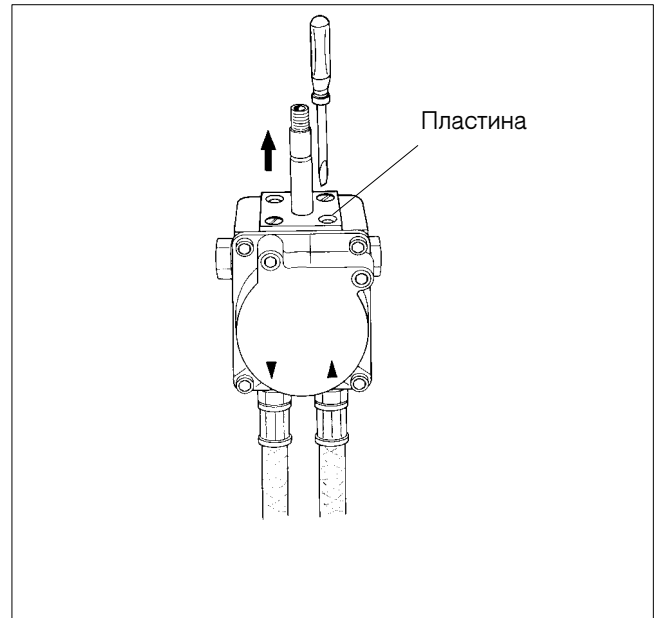

Рис. 4: Насос Suntec
- Выкрутить винты со шлицевой головкой; Пластина удерживающую трубу (рис. 4).
- Прикрутить пластину (Рис. 4).